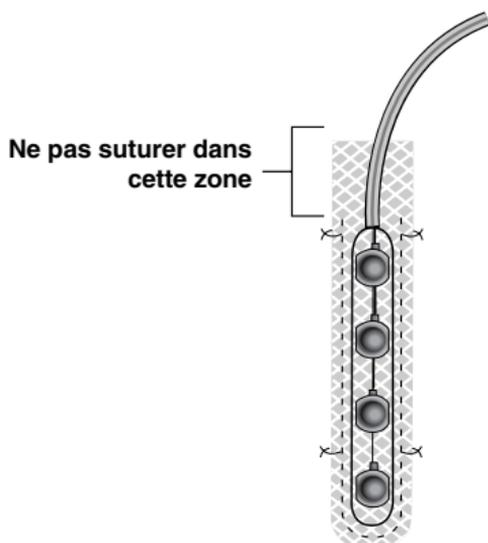

Figure 8. Suturer le maillage de l'électrode Modèle 3987A au tissu.
- a. Avec des sutures non résorbables nylon 2-0, ou équivalent, pour le maillage de la spatule d'électrode On-Point, Modèle 3987A (Figure 8).